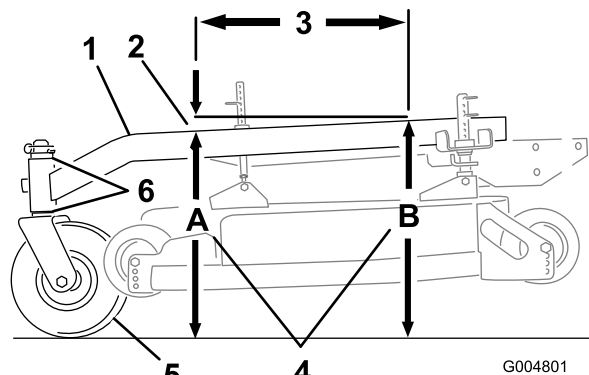

Figura 56
- Misurate l'altezza del telaio portante al punto **A** (Figura 56).
- Misurate l'altezza del telaio portante al punto **B** (Figura 56).
- L'altezza al punto **A** deve essere di 3-10 mm inferiore rispetto al punto **B** (Figura 56).
- Se il telaio portante non è corretto, spostate i distanziali orientabili in modo da ottenere un angolo di inclinazione di 3-10 mm (Figura 56). Spostate i distanziali dall'alto o dal basso per ottenere l'inclinazione corretta.
Il telaio portante deve avere un'inclinazione da 3 a 10 mm per la lunghezza di 61 cm sul telaio portante (Figura 56).
- Misurate la sporgenza di 61 cm sul telaio portante (Figura 56).